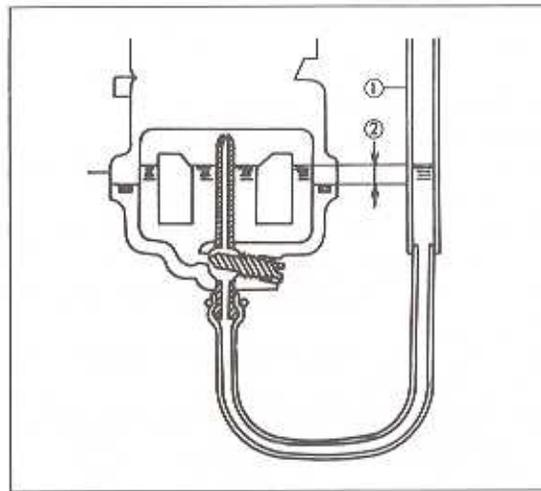

Bild 62
- Warten, bis sich der Kraftstoffstand in der Messvorrichtung stabilisiert hat (Bild 62). Der Stand des Kraftstoffs soll genau 1,0 mm \pm 0,5 mm über der Anschraubfläche des Deckels der Schwimmerkammer stehen.